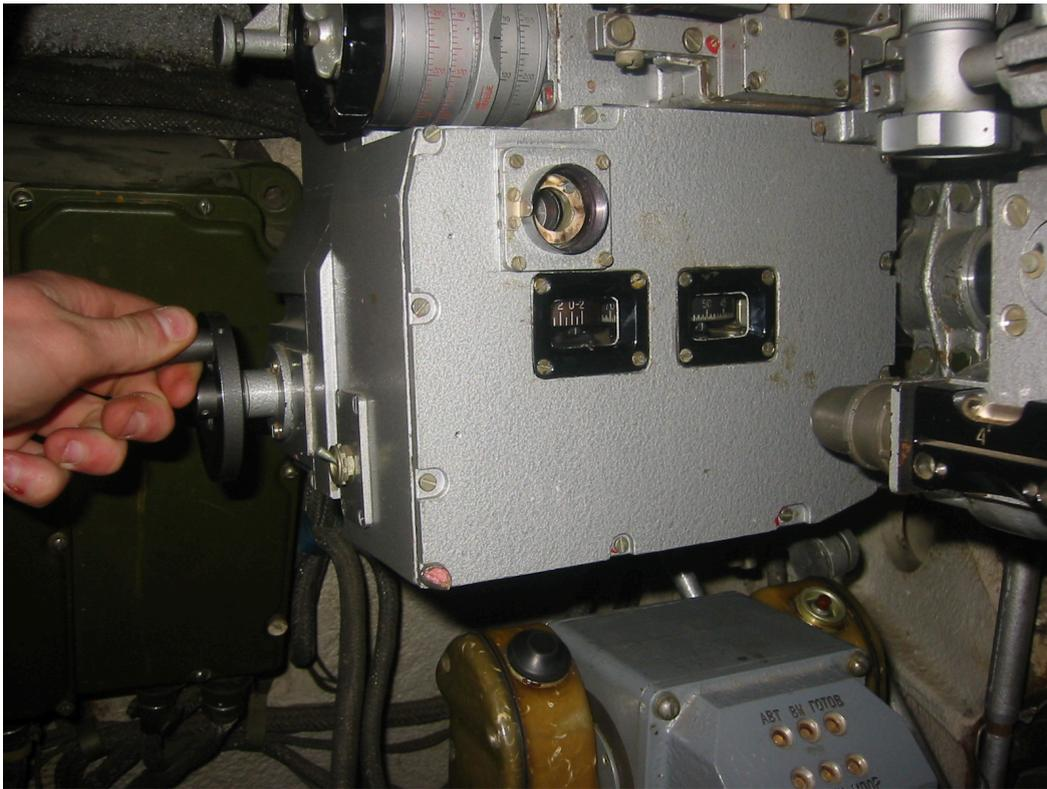

Рис.2. Механизм углов прицеливания.
3. вращением рукоятки ввода прицела установить нулевые значения (рис.2);